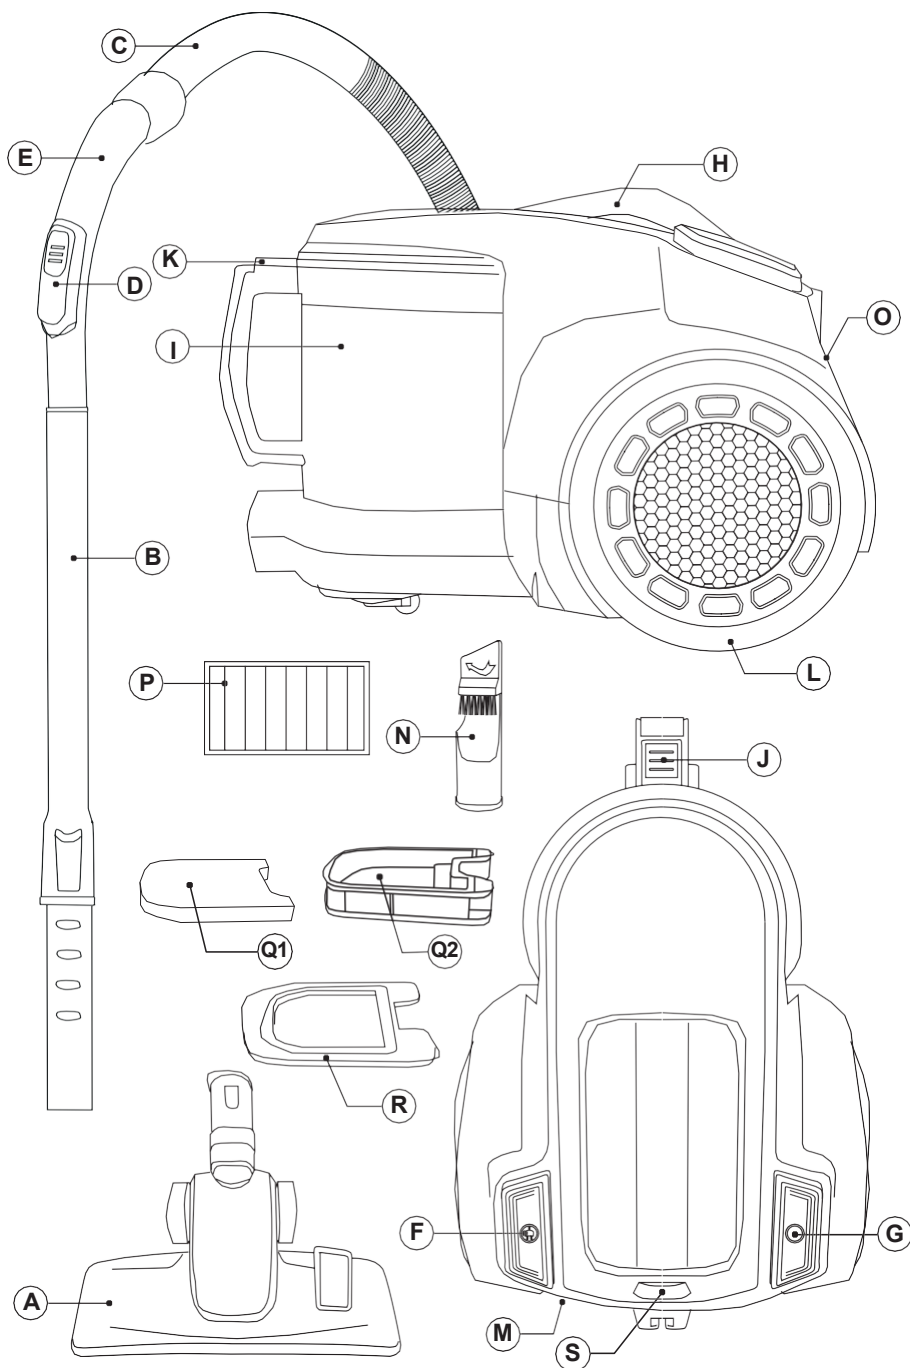

Fig.1
- ♦ Monter slangeenheden på støvsugerens luftindtag, og fastgør slangen ved at dreje til højre side(Fig.1).